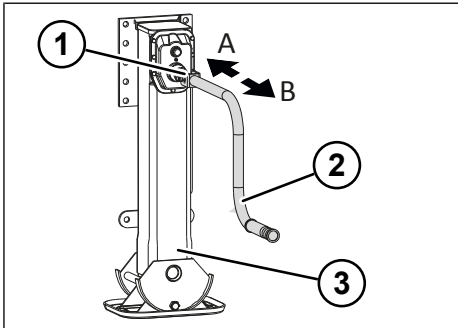

Abb. 5-2: Lastgang und Schnellgang der Stützwinde
- ▶ Schnellgang durch Herausziehen der Handkurbel einschalten (siehe "Abb. 5-2: Lastgang und Schnellgang der Stützwinde", S. 25).
- ▶ Lastgang durch Hineindrücken der Handkurbel einschalten (siehe "Abb. 5-2: Lastgang und Schnellgang der Stützwinde", S. 25).
- ▶ Lastgang durch Hineindrücken der Handkurbel einstellen (siehe "Abb. 5-2: Lastgang und Schnellgang der Stützwinde", S. 25).
- ▶ Schnellgang durch Herausziehen der Handkurbel einstellen (siehe "Abb. 5-2: Lastgang und Schnellgang der Stützwinde", S. 25).